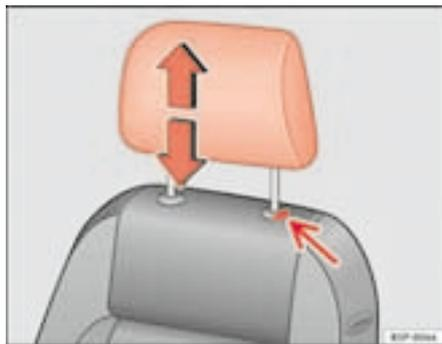

Fig. 73 Ajuste o desmontaje del apoyacabezas
- Pulse la tecla ⇒ fig. 73 (flecha).